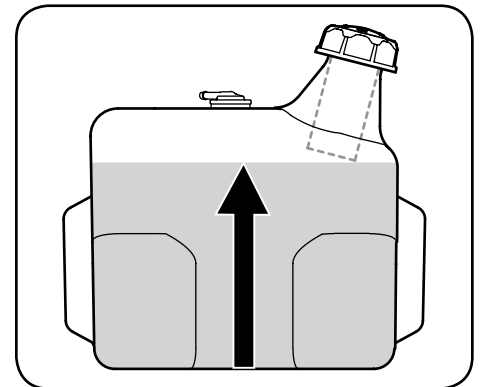

Figura 2-10
2. Cargue el depósito de combustible con gasolina. Sólo se debe utilizar gasolina limpia, nueva (con menos de 30 días de antigüedad) y sin plomo. Llene el depósito no más de 1/2" por debajo de la base del cuello de llenado dejando espacio para la expansión del combustible. Consulte la Figura 2-10.
IMPORTANTE: No llene en exceso el depósito de combustible. Llene el depósito no más de $\frac{1}{2}$ " por debajo de la base del cuello de llenado dejando espacio para la expansión del combustible. Consulte la Figura 2-10.